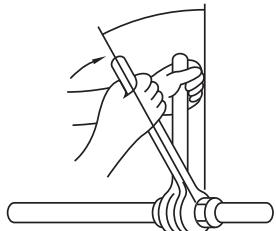

Fig. 5-8
- ⑧ Alise tudo à volta    ① Arranhe a parte dilatada
- ⑤ Dentro está tudo a brilhar sem arranhadelas    ⑥ Rachada
- ⑦ Uniforme o comprimento à volta                        ⑨ Irregular
- ⑩ Demasiado    ⑪ Maus exemplos
- ⑫ Inclinado
- Aplique uma camada fina de óleo refrigerante na superfície de encaixe do tubo. (Fig. 5-8)